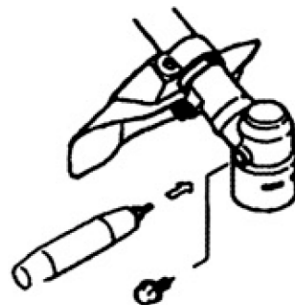

Fig. BC10
6.2- Scatola degli ingranaggi (Fig. BC10)